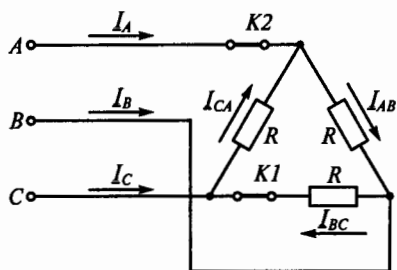

Рис. 130
**3.104.** Как изменятся токи при размыкании ключа  $K1$  в схеме на рис. 130? (Указать неправильный ответ.)
**3.106.** Как изменятся токи при размыкании ключа  $K2$  в схеме на рис. 130?